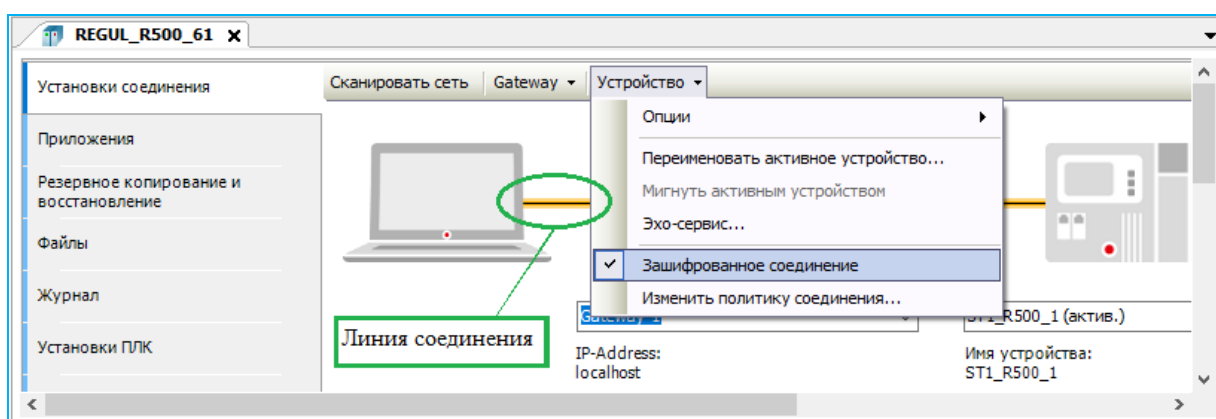

Рисунок 164 – Активация зашифрованного соединения
- **Необязательное шифрование (Optional encryption)** – опциональное шифрование соединения (включение/выключение). Для того, чтобы включить шифрование, достаточно будет установить галочку в строке **Зашифрованное соединение**. Линия связи в области **Установки соединения** окрасится в желтый цвет (Рисунок 164);